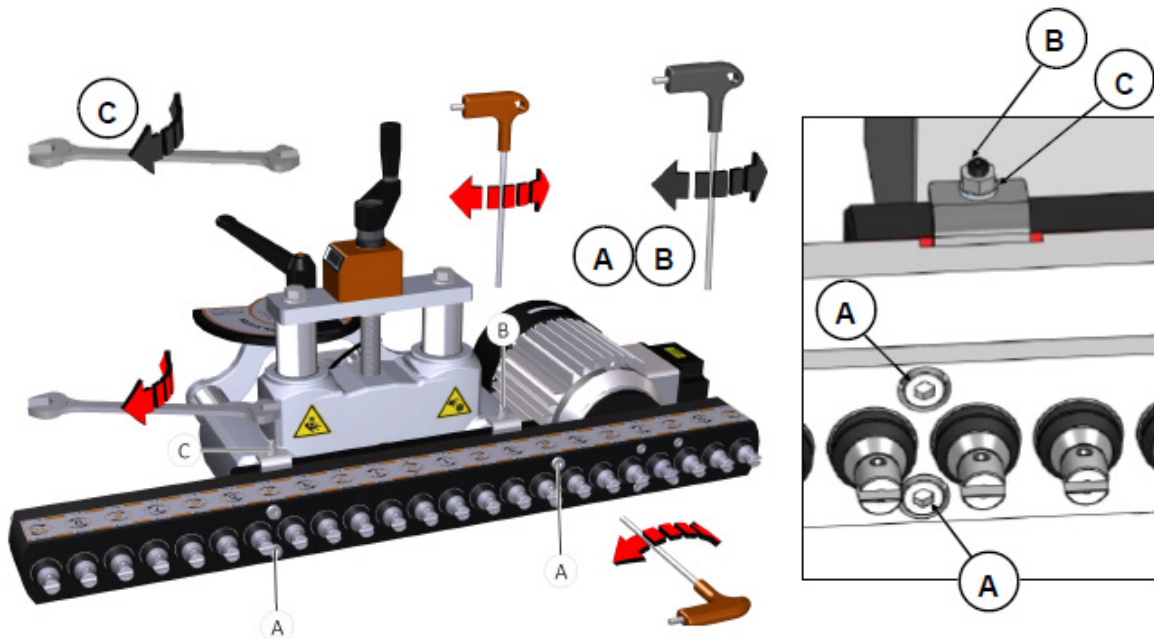

Abb.6-4: Einstellung der Parallelität des Bohrkopfes
6.2 Einstellung der Parallelität des Bohrkopfes (Abb. 6-4)